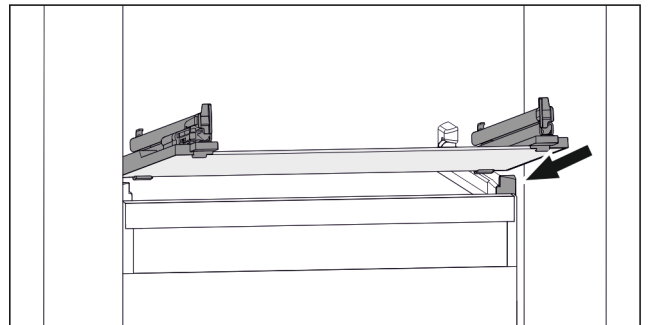

Fig. 95 Beispielhafte Darstellung der Glasplatte
- ▶ Glasplatte schräg hinter den Stopperrn aufsetzen. (zie Fig. 95)